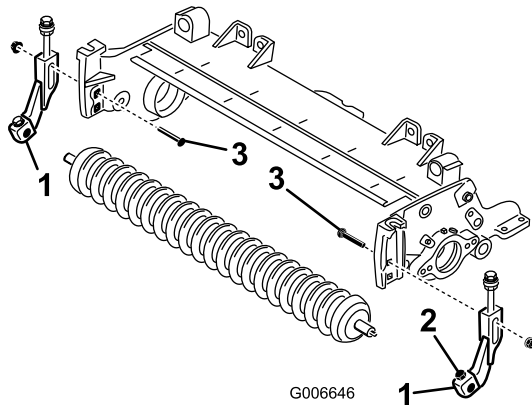

図 6
8. 5/16 x 1-1/8 in キャップスクリューと 5/16 in フランジヘッドロックナットを使用して、新しい左右刈高ブラケットを、既存の前ローラに取り付ける。刈高ブラケットは 図 6 のように組み付ける。
9. 図 図 6 を参考にして、先ほど外したキャリッジボルトと新しい 3/8 in フランジナットを使って、各サイドプレートの上側の四角穴に刈高ブラケットを仮止めする。
11. ローラが刈高ブラケットの中間にくるように調整し、キャップスクリューとロックナットでブラケットに固定する。 図 6。